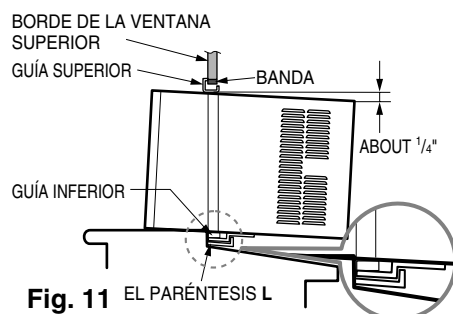

Fig. 11
- b. Mientras mantiene el aire acondicionado en posición, cuidadosamente baje el borde de la ventana superior hasta la guía superior del aire acondicionado, como en la Fig.11.